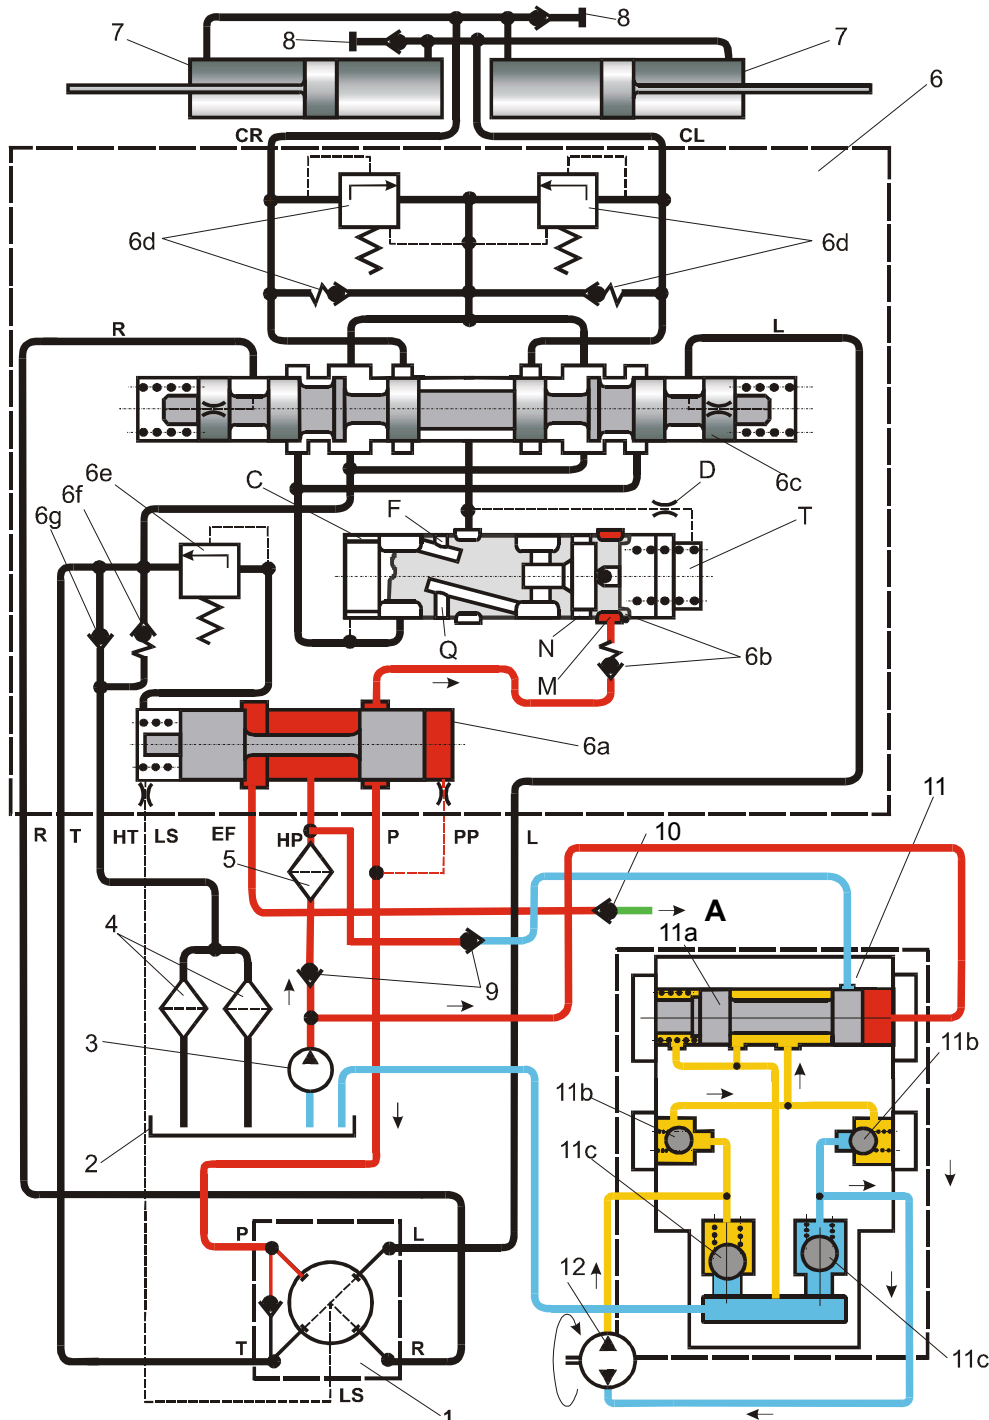

Рис. 10.2. Схема работы гидросистемы поворота – нейтральное положение (прямолинейное движение машины)
Гидросистема поворота (Рис. 10.2. и 10.3.)
К основным узлам гидросистемы поворота погрузчика относятся: насос поворота, распределитель поворота, гидроусилитель поворота, гидроцилиндры поворота, клапаны обратные, насос аварийной системы поворота, клапан аварийной системы поворота, масляный бак гидросистемы, возвратные масляные фильтры и напорный масляный фильтр. Вся гидросистема поворота работает на принципе управления большими потоками масла с помощью малых потоков. Принцип работы гидросистемы поворота состоит в следующем. В нейтральном положении (Рис. 10.2) масло подается от насоса (3) через фильтр (5) к приоритетному золотнику (6а), встроенному в гидроусилитель (6) и выходит по каналу «EF».